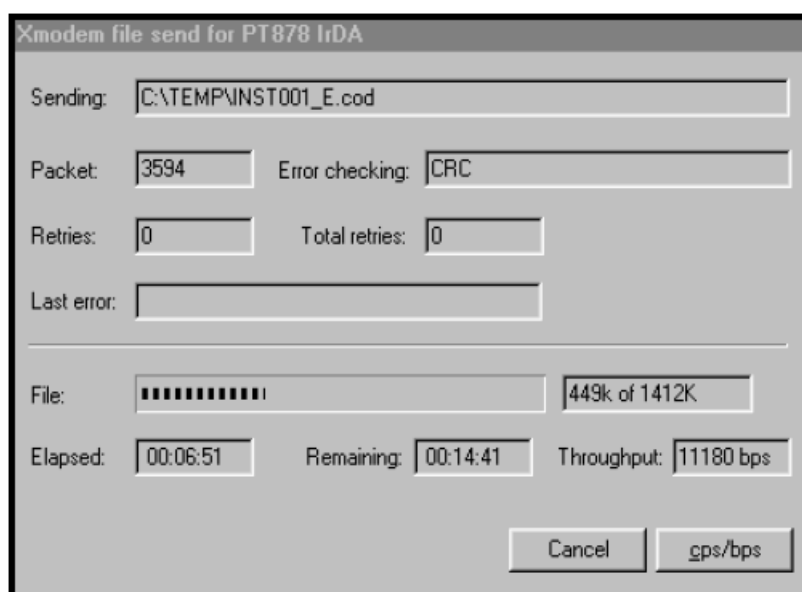

Рис. 9-33: Окно передачи файлов (File Transmission)
4. Щелкните на кнопке *Send* (отправить). В случае успешной пересылки на экране PC появляется окно, подобное приведенному ниже рис. 9-33, а на экране PT878GC отображается идентификационный номер (ID) программы, ее объем, адрес загрузки и диаграмма загружаемых секторов.